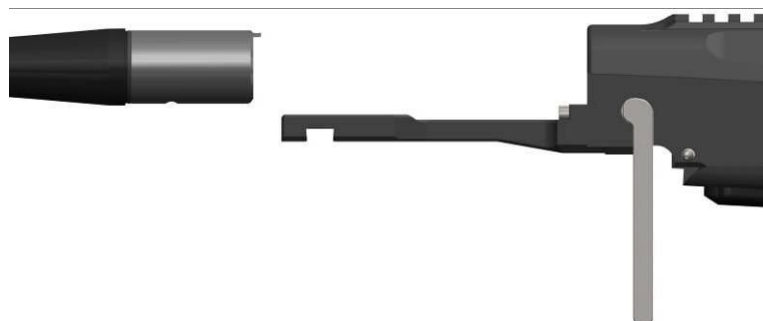

Рисунок 7
(5) Вынуть ствол вперёд (личинка затвора остаётся в системе) (рис. 7).